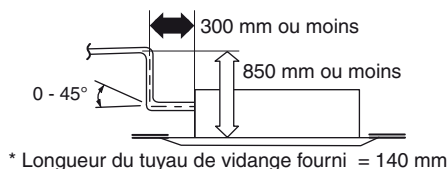

Fig. 3-8
- Au cas où il s'avérait nécessaire de surélever la hauteur de la tuyauterie de vidange, vous pouvez la relever d'un maximum de 850 mm au-dessus de la surface inférieure du plafond. En aucun cas, vous ne devez essayer de la surélever de plus de 850 mm au-dessus de la surface inférieure du plafond. Ce faisant, une fuite d'eau se produira. (Fig. 3-8)